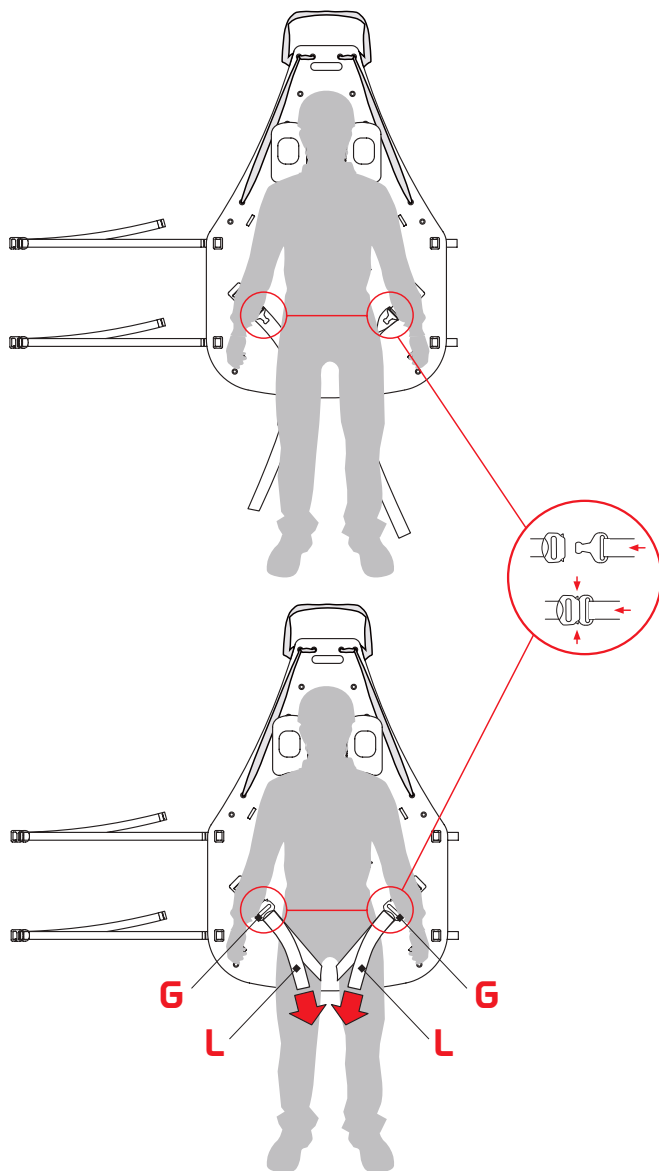

Fig.15
- a) agganciare le fibbie automatiche (G) e tensionare i cosciali (L) – (fig. 15),